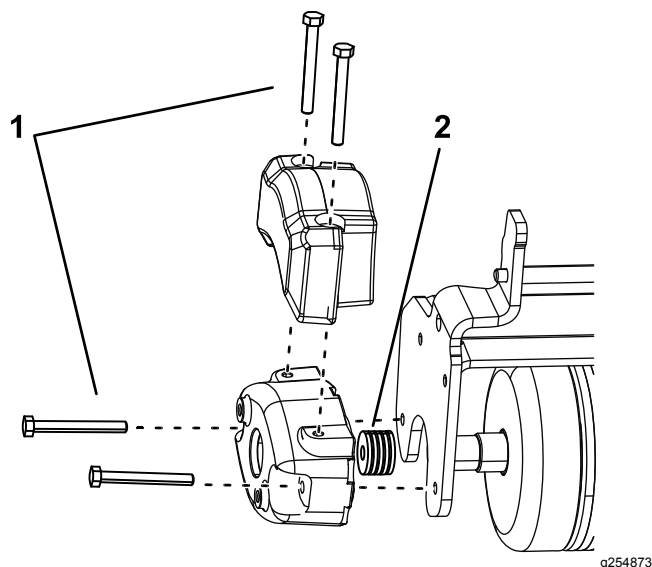

Рисунок 5
- Установите 2 болта (5/16-18 x 2¾ дюйма), как показано на Рисунок 5.
- Установите 4 проставки (⅛ дюйма) на каждый болт между противовесом и боковой пластиной тройного катка (Рисунок 5).